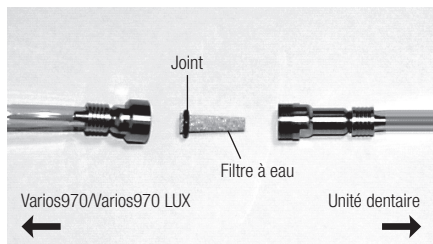

Fig.43
- 3) Une fois que le logement du filtre à eau est séparé, le filtre peut être enlevé, comme l'illustre la Fig. 43.